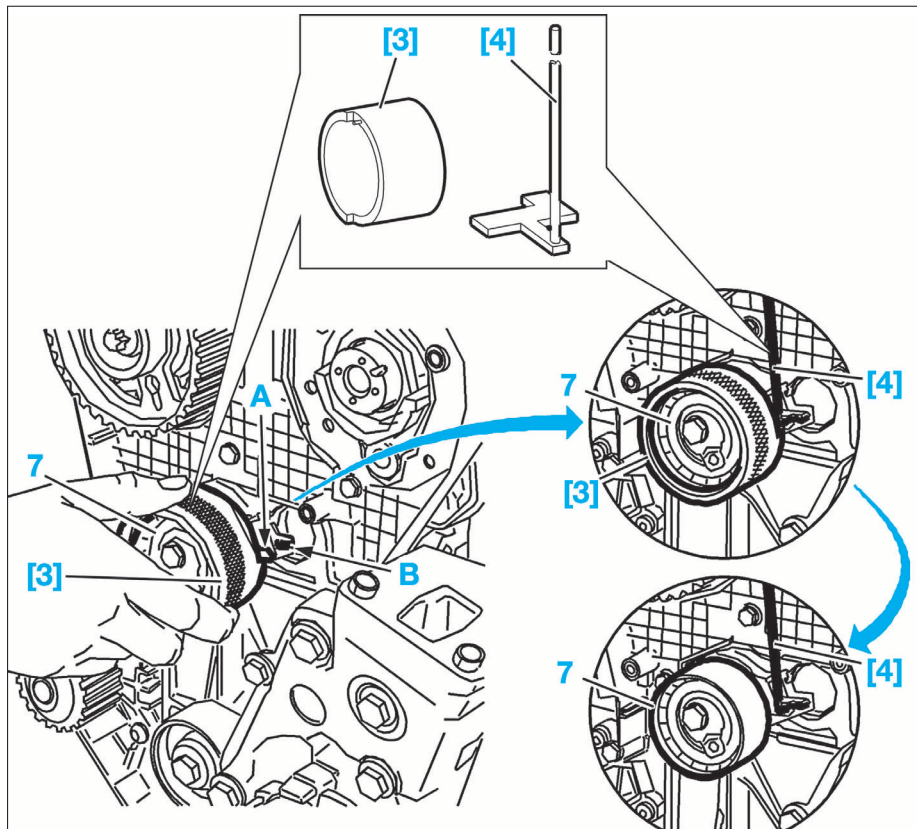

FIG. 34
- Outil [3] de positionnement de l'index de galet tendeur (Fig.34).
- Outil [4] de maintien de l'index de galet tendeur (Fig.34).
- Tourner le galet tendeur (7) afin d'amener l'index (A) face à l'encoche (B) avec l'outil [3] (Fig.34).
- Mettre en place l'outil [4] pour bloquer l'index (A) et retirer l'outil [3].
- le galet tendeur (7) (Fig.34).